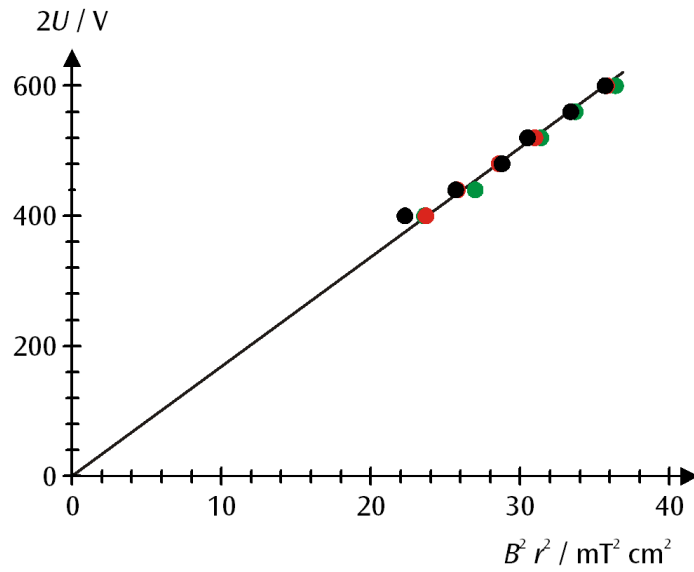

Fig. 3 Diagrama  $r^2 B^2 / 2U$  de los valores de medición (negro:  $r = 5 \text{ cm}$ , rojo:  $r = 4 \text{ cm}$ , verde:  $r = 3 \text{ cm}$ )
- Para la evaluación ulterior se llevan los valores de medida a un diagrama  $r^2 B^2 - 2U$  (ver Fig. 3)